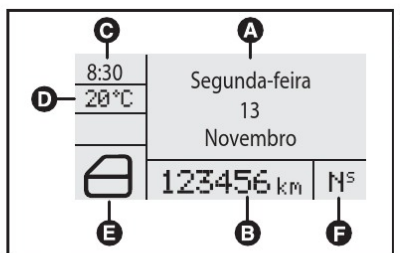
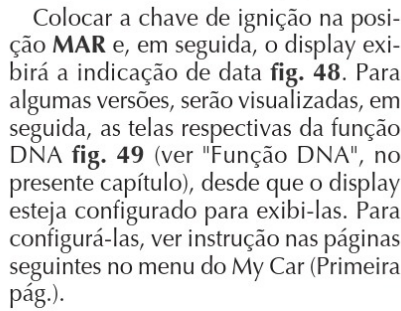

fig. 48
fig. 49
**DISPLAY MULTIFUNCIONAL RECONFIGURÁVEL (Quando previsto) - fig. 48**
Colocar a chave de ignição na posição **MAR** e, em seguida, o display exibirá a indicação de data **fig. 48**. Para algumas versões, serão visualizadas, em seguida, as telas respectivas da função DNA **fig. 49** (ver "Função DNA", no presente capítulo), desde que o display esteja configurado para exibi-las. Para configurá-las, ver instrução nas páginas seguintes no menu do My Car (Primeira pág.).